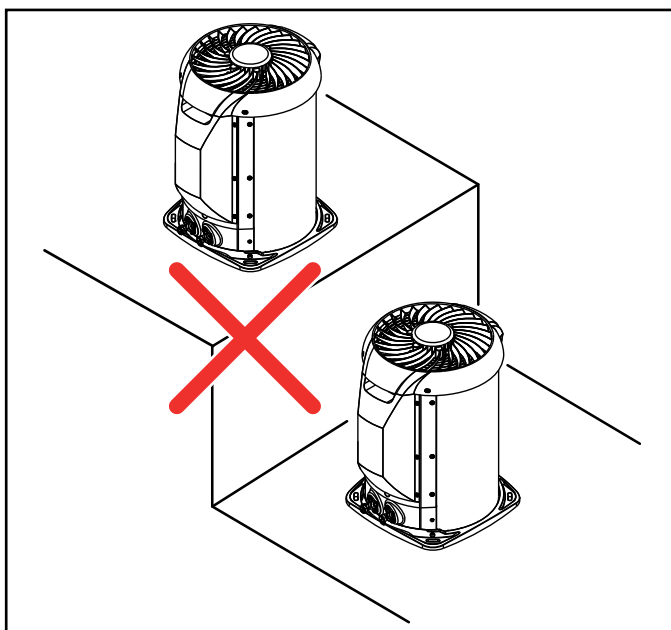

FIG. 5 - EVITAR INSTALAÇÃO EM DEGRAUS
- Recomenda-se **não** instalar a un. condensadora em degraus, para evitar que uma das unidades aspire o ar aquecido proveniente da outra (fig. 5).